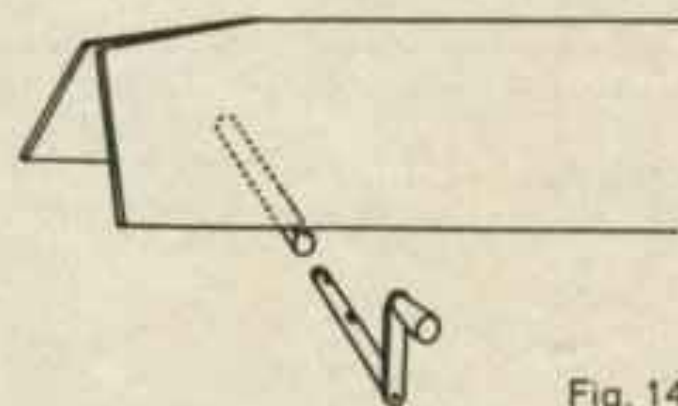

Fig. 14
**Die Versatzkurbel in das lange Rohr links unten am vorderen Bett einführen:** Griff nach oben gerichtet, drehen bis Kurbel einschnappt, Fig. 14.